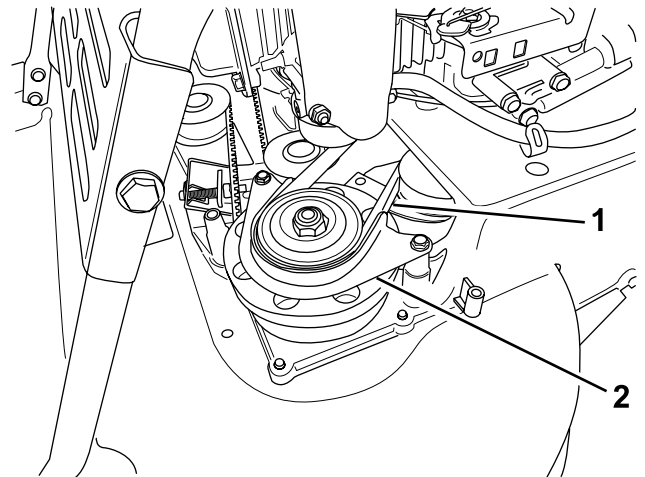

Figura 44
7. Retire el protector de la correa del EFC (Figura 44).